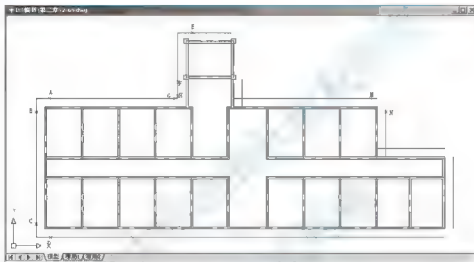

图 2.65 用【倒角】命令修角
① 在选择第一个对象或 [放弃 (U)]/多段线 (P)/半径 (R)/修剪 (T)/多个 (M)]; 提示下, 拾取散水线 A 处。
② 在选择第二个对象, 或按住 Shift 键选择要应用角点的对象: 提示下, 拾取散水线 B 处。
(2) 反复重复【圆角】命令, 修改 C 和 D 处、E 和 F 处、G 和 H 处, 结果如图 2.65 所示。
① 在选择第一条直线或 [放弃 (U) / 多段线 (P) / 距离 (D) / 角度 (A) / 修剪 (T) / 方式 (E) / 多个 (M)]: 提示下, 拾取图 2.65 中的散水线 M 处。
② 在选择第二条直线, 或按住 Shift 键选择要应用角点的直线: 提示下, 拾取图 2.65 中的散水线 N 处。